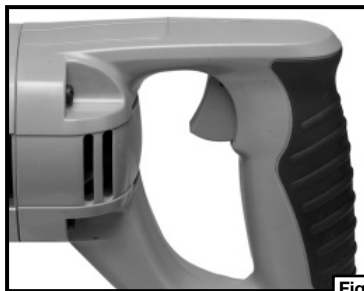

Fig. 16
2. Tenez la scie fermement, Fig. 14 ou Fig. 15. Appuyez sur la gâchette (A) Fig. 16, pour mettre le moteur en marche. Relâchez la gâchette pour arrêter le moteur.